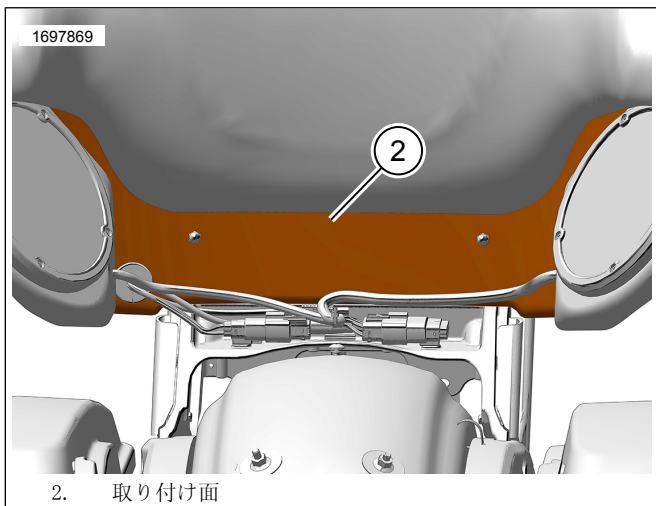

図10。取り付け面
2. 図10を参照してください。ワイヤーハーネスリテーニングクリップを取り付けます。